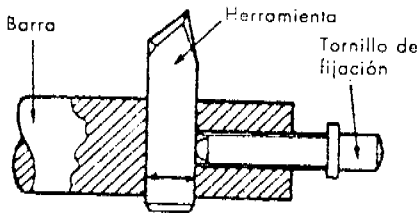

Figura 5
- 2 - De sujeción sencilla en los cuales la regulación está sujeta a la habilidad del operador ( Figura 5 ).